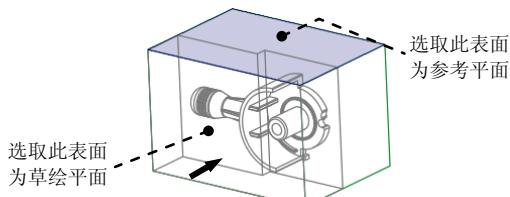

图 10.39 定义草绘平面
(1) 选择命令。单击 **编辑模具体积块** 功能选项卡 **形状** ▾ 区域中的 **拉伸** 按钮，此时系统弹出“拉伸”操控板。
(2) 定义草绘截面放置属性。在图形区右击，从系统弹出的菜单中选择 **定义内部草绘...** 命令；在系统 **选择一个平面或曲面以定义草绘平面** 的提示下，选取图 10.39 所示的坯料表面为草绘平面，接受默认的箭头方向为草绘视图方向，然后选取图 10.39 所示的坯料顶面为参考平面，方向